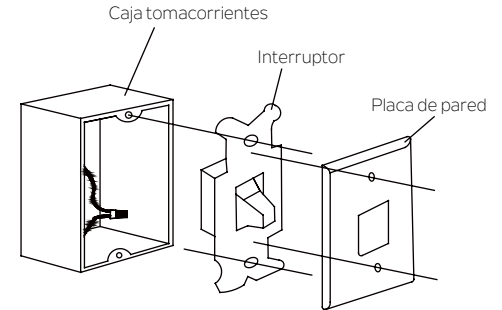

Fig. 25
Paso 1. Retirar la placa de pared existente y el interruptor viejo de la caja tomacorrientes de pared. Cablear la tuerca de los cables NEGROS (caliente) juntos y empujar hacia atrás dentro de la caja tomacorrientes de pared (Fig. 25) o seleccione la ubicación deseada con una nueva caja tomacorrientes de pared.